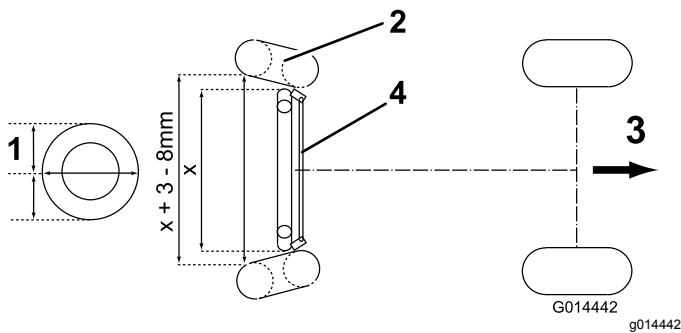

Figure 42
2. Mesurez et comparez la distance entre l'avant et l'arrière des flancs intérieurs à la hauteur du centre des roues (Figure 42).